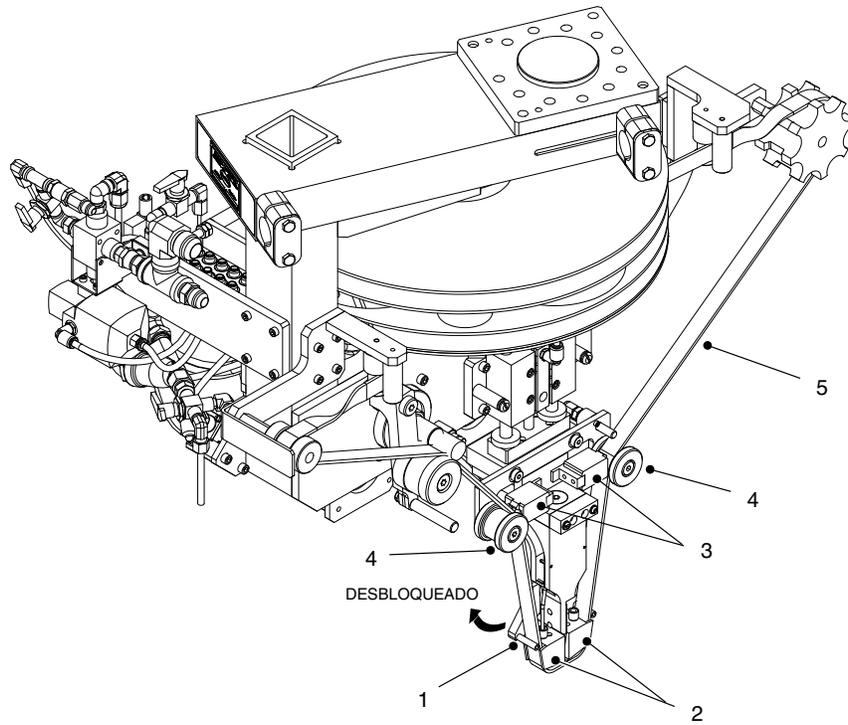
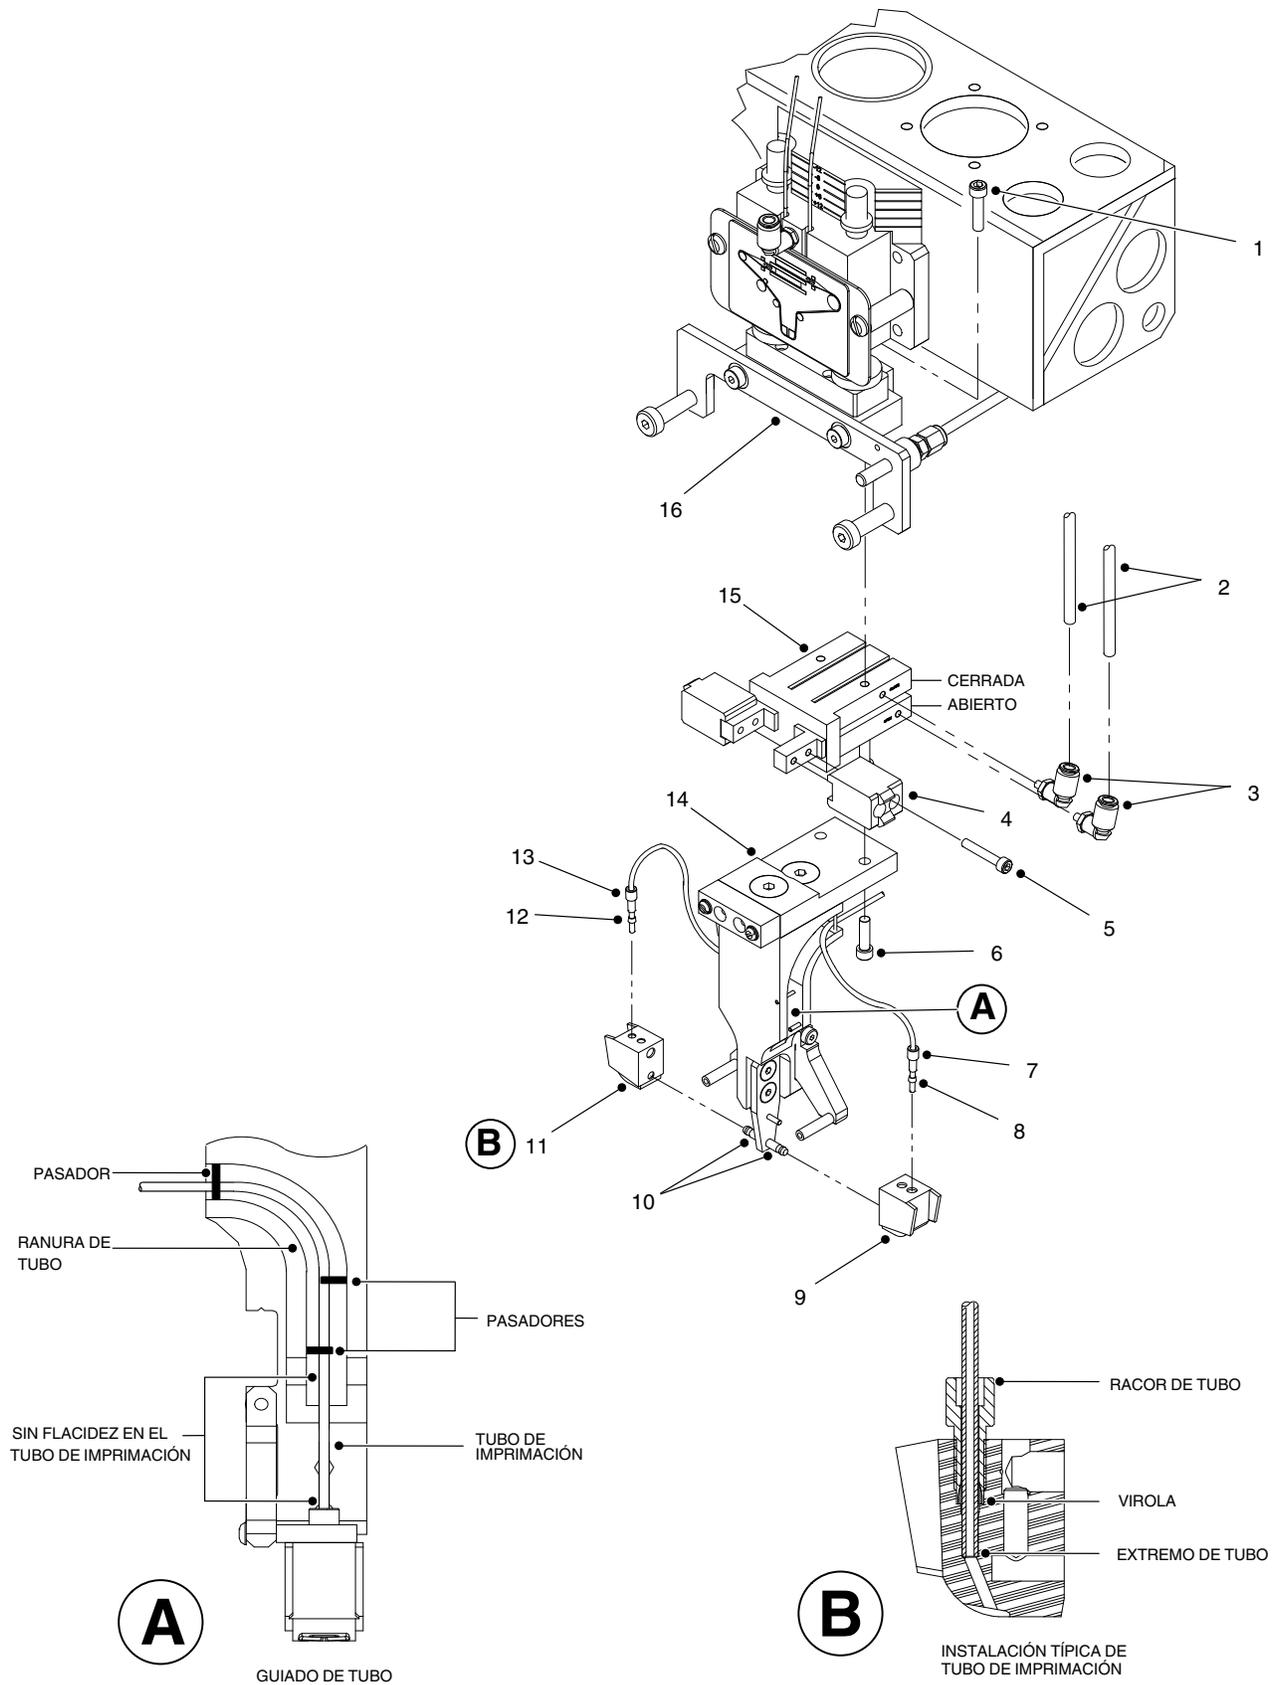
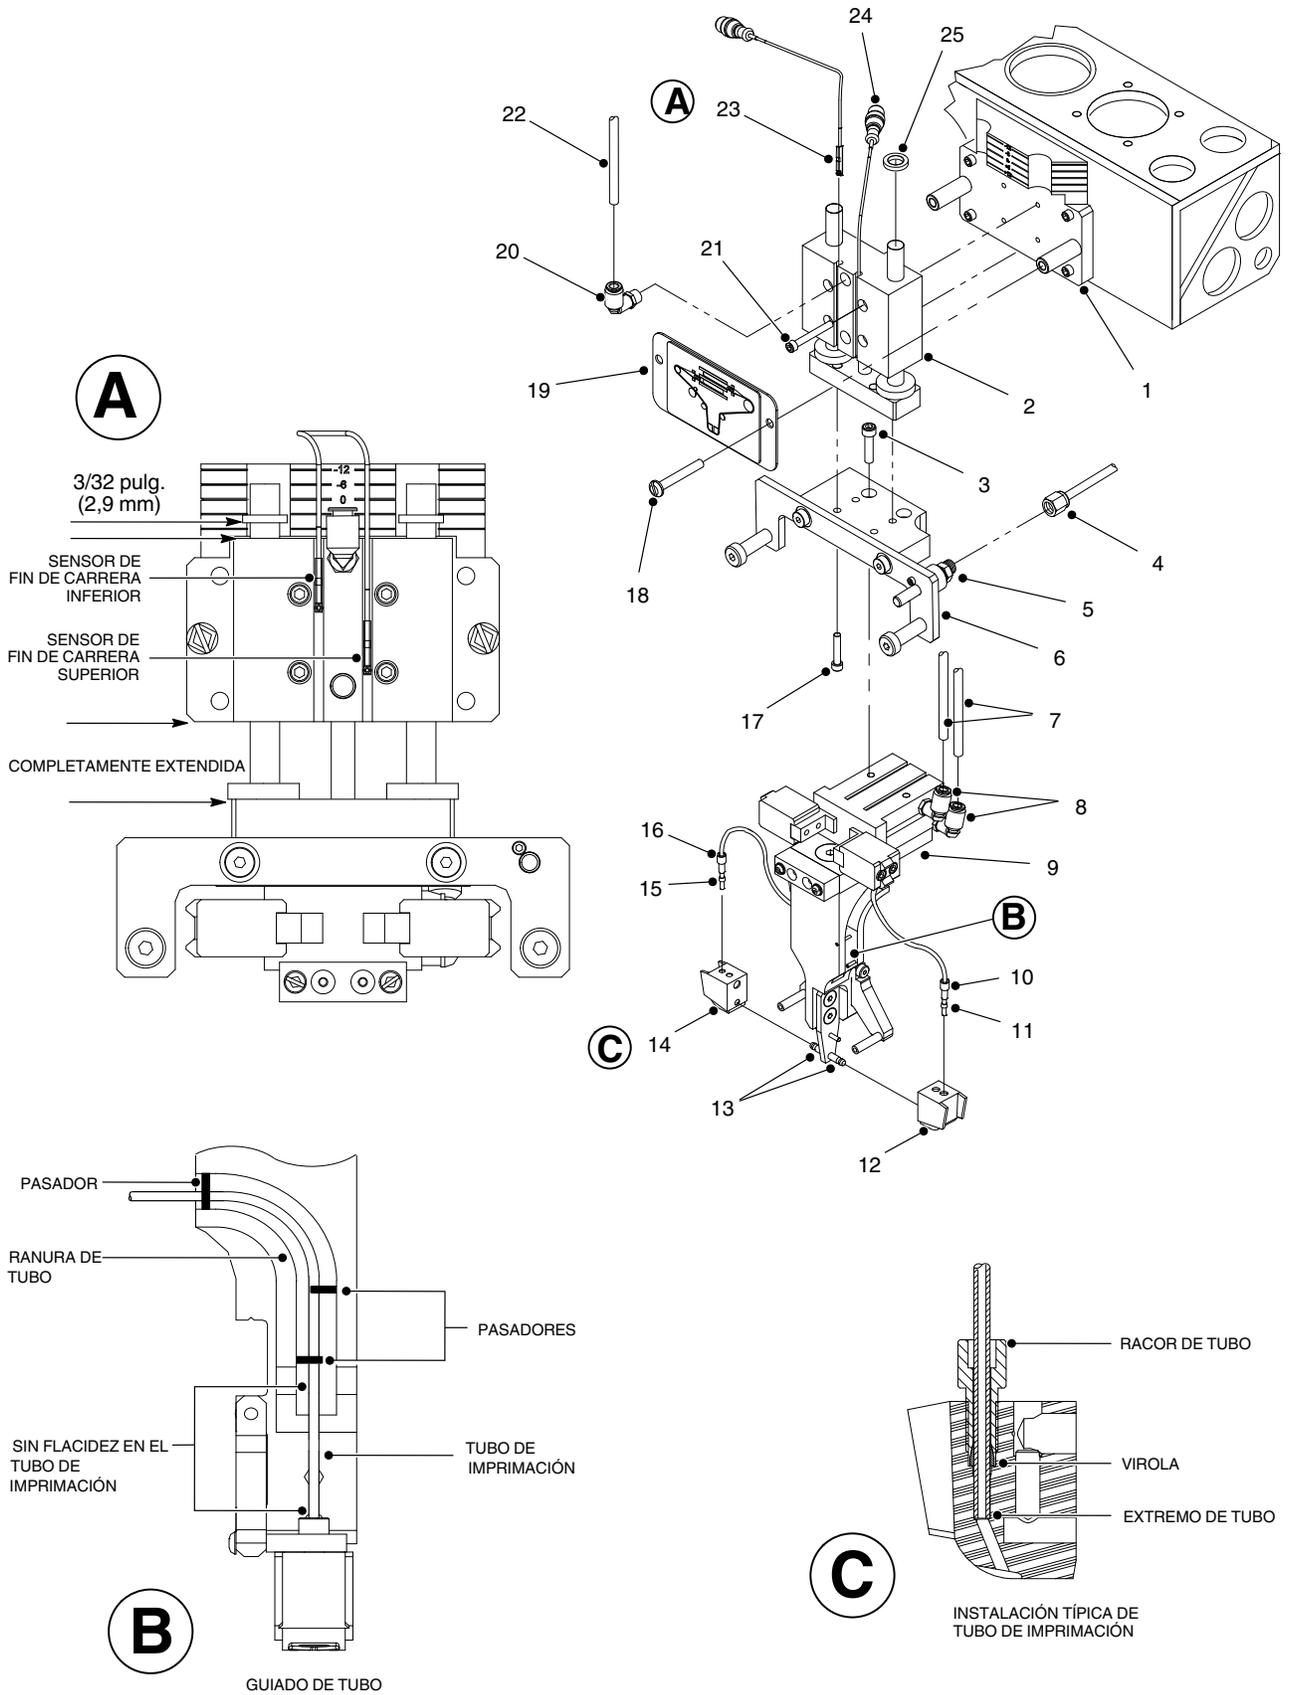

Figura 11 Liberación de los bloques de pinza
Figura 12 Pinza
Figura 13 Conjunto de corredera
1. Ver la figura 11. Desde el controlador, soltar los bloques de pinza (3) del fieltro (5).
3. Desplazar el bloqueo de fieltro (1) a la posición superior. Retirar el fieltro (4) de los bloques de fricción (2) y los rodillos (4).
4. Ver la figura 12. Retirar los bloques de fricción (9, 11) del soporte del cabezal aplicador (14).
5. Retirar los racores de tubo de imprimación negra (7) y pura (12) de los bloques de fricción (9, 11).
6. Etiquetar y desconectar el tubo (2) de los racores (3). Retirar los racores de la pinza (15).
7. Retirar los tornillos (6) que unen el soporte del cabezal aplicador (14) a la pinza (15).
8. Retirar los tornillos (1) que unen la pinza (14) al soporte de corredera (16).
9. Retirar los tornillos (5) que unen las pinzas de fieltro (4) a la pinza (15).
1. Ver la figura 12. Aplicar Loctite 242 a las roscas de los tornillos (5). Instalar las pinzas de fieltro (4) en la pinza (15) utilizando los tornillos. Apretar los tornillos a  $11 \pm 1$  pulg.-lb ( $1,25 \pm 0,1$  N•m).
2. Aplicar Loctite 242 a las roscas de los tornillos (1). Instalar la pinza (15) en el soporte de corredera (16) utilizando los tornillos. Apretar los tornillos a  $48 \pm 5$  pulg.-lb ( $5,4 \pm 0,6$  N•m).
3. Aplicar Loctite 242 a las roscas de los tornillos (6). Instalar el soporte del cabezal aplicador (14) en la pinza (15) utilizando los tornillos. Apretar los tornillos a  $48 \pm 5$  pulg.-lb ( $5,4 \pm 0,6$  N•m).
4. Instalar los racores (3) en la pinza (15). Conectar el tubo (2) a los racores. Asegurarse de que el tubo está conectado al racor correcto.
5. Añadir petrolato a los pasadores (10), virolas (8, 12) y roscas de los racores de tubo (7, 13).
6. Instalar los tubos de imprimación negra (7) y pura (13) en los bloques de fricción limpios (9, 11), tal y como se muestra. Asegurarse de que cada extremo de tubo toque fondo. Apretar con las manos los racores de tubo, pero no en exceso.
7. Instalar los bloques de fricción (9, 11) en el soporte del cabezal aplicador (14).
9. Ver la figura 11. Instalar el fieltro (5) alrededor de los bloques de fricción (2) y los rodillos (4). Desplazar el bloqueo de fieltro (1) a la posición bloqueada.
4. Ver la figura 13. Retirar los bloques de fricción (12, 14) del conjunto de soporte del cabezal aplicador (9).
5. Retirar los racores de tubo de imprimación negra (10) y pura (16) de los bloques de fricción (12, 14).
6. Desconectar los tubos (7) de los racores (8).
7. Retirar los tornillos (18) que unen la cubierta (19) a la corredera (2).
8. Desbloquear los sensores de fin de carrera superior (23) e inferior (24). Retirar los sensores de la corredera (2).
9. Desconectar los tubos (22) de los racores (20).
10. Desconectar el racor (4) de la boquilla de disolvente (5).
11. Retirar los tornillos (3) que unen el conjunto de soporte del cabezal aplicador (9) al soporte de corredera (6).
12. Retirar los tornillos (17) que unen el soporte de corredera (6) a la corredera (2).
13. Retirar los tornillos (21) que unen la corredera (2) a la escala de cabezal conforme (1).
14. Retirar los anillos (25) de la corredera (2).
1. Ver la figura 13. Asegurarse de que la corredera (2) está completamente extendida. Instalar los anillos (25) en la corredera. Colocar los anillos  $\frac{3}{32}$  pulg. (2,3 mm) alejados de la parte superior de la corredera de aire.
3. Aplicar Loctite 242 a las roscas de los tornillos (21). Instalar la corredera (2) en la escala de cabezal conforme (1) utilizando los tornillos. Apretar los tornillos a  $23 \pm 2$  pulg.-lb ( $2,5 \pm 0,2$  N•m).
4. Aplicar Loctite 242 a las roscas de los tornillos (17). Instalar el soporte de corredera (6) en la corredera (2) utilizando los tornillos. Apretar los tornillos a  $23 \pm 2$  pulg.-lb ( $2,5 \pm 0,2$  N•m).